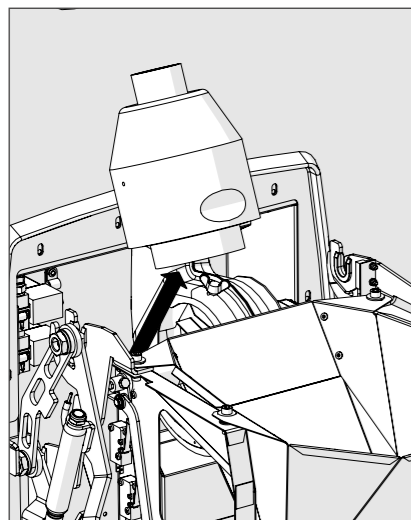

Ilustración 12
6. Retire el tubo del catalizador con el convertidor catalítico (Ilustración 12).